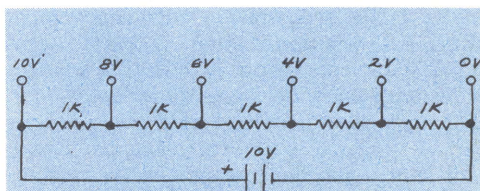
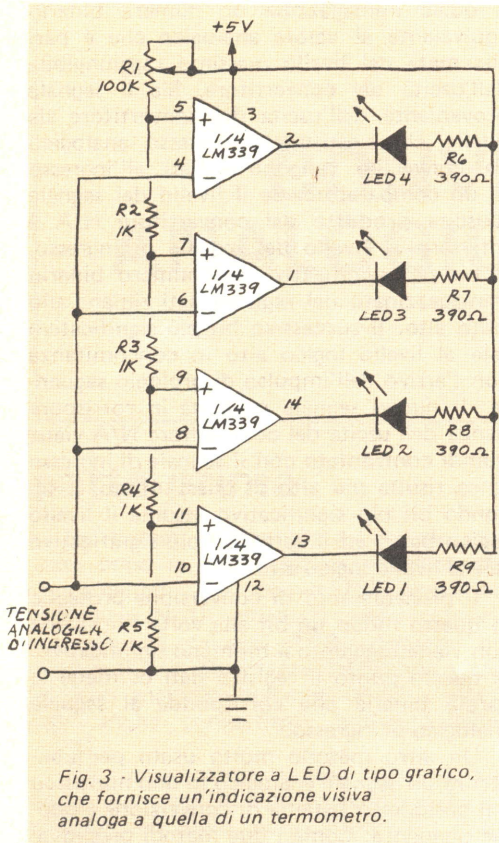

Fig. 2 - Schema elettrico di un partitore di tensione.
Fig. 3 - Visualizzatore a LED di tipo grafico, che fornisce un'indicazione visiva analoga a quella di un termometro.
Si può iniziare la costruzione del convertitore A/N istantaneo ed osservare come avviene il funzionamento di un partitore di tensione montando il circuito disegnato nella fig. 2 su una basetta per montaggi sperimentali del tipo senza saldature. La precisione del partitore viene determinata dalle tolleranze dei resistori. Possono essere utilizzati tipi con tolleranza del cinque o del dieci per cento, ma è maggiormente consigliabile impiegare resistori con tolleranza dell'1%. Se non fosse possibile reperire componenti con simile tolleranza, si utilizzi un multimetro per scegliere cinque resistori con valori vicini il più possibile a 1 k Ω . Dopo aver fornito tensione al partitore, si controllino per mezzo di un multimetro le tensioni che si localizzano fra la massa ed i collegamenti di giunzione fra i resistori. Il valore della tensione ai capi di ogni resistore dovrebbe essere pari al 20% del valore della tensione di ingresso.
Nella fig. 3 è illustrato come bisogna collegare i quattro comparatori esistenti nell'integrato LM339 (comparatore quadruplo) ad un circuito molto simile al partitore di tensione raffigurato nella fig. 2. La differenza fra i due circuiti è data dalla presenza di un potenziometro da 100 k Ω (o di valore più
Nel normale procedimento di registrazione a molte piste, una sorgente di programma viene registrata su una pista, ad esempio il canale 1 (fig. 2-a). Poi, un altro programma viene registrato su un'altra pista, nel nostro esempio il canale 2. Il nuovo programma viene ascoltato alla sorgente o sui preamplificatori di registrazione mentre viene registrato e il programma registrato prima sul canale 1 viene ascoltato sulla testina di riproduzione.
Fig. 2 - Nella registrazione normale (A), la pista 1 viene ascoltata mediante la testine di riproduzione. In (B), parte della testina di registrazione viene usata per l'ascolto della riproduzione.
Fig. 3 - Il disegno mostra come il programma sulla pista 1 sia in anticipo rispetto a quello sulla pista 2 di un tempo che dipende dalla distanza tra le testine e dalla velocità del nastro.
parire sincronizzate, la riproduzione rivelerà che il programma sulla pista 1 è in anticipo su quello della pista 2 di un intervallo di tempo pari alla velocità del nastro diviso per la distanza che intercorre tra le testine di registrazione e di riproduzione (fig. 3). Questo sistema d'ascolto, quindi, impedisce registrazioni sincrone su molte piste a meno che, naturalmente, tutte le piste non vengano registrate contemporaneamente. Tuttavia, esiste una semplice soluzione a questo problema.
La tecnica con la quale una parte della testina di registrazione viene usata per l'ascolto della riproduzione (fig. 2-b) è nota con denominazioni come Sel-Sync (abbreviazione di "Sincronizzazione selettiva"), termine adottato dalla Ampex, come Syncro-Trac (denominazione in uso presso la Sony), come Simul Sync (termine adottato dalla Teac) e "doppiaggio sincrono". Si tratta in sostanza di una disposizione di commutatori che trasferiscono la ripresa